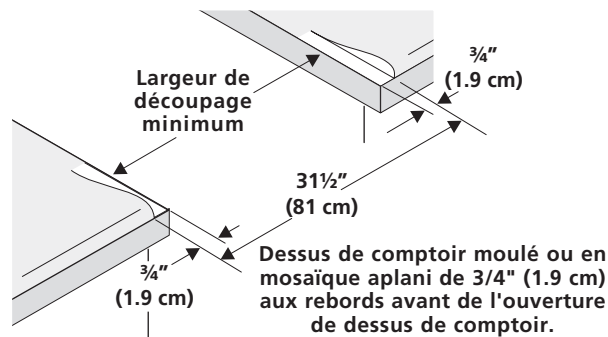

Figure 8
- Les dessus de comptoir au **rebord avant moulé** doivent être aplanis de 3/4" (1.9cm) à chaque coin avant de l'ouverture (Figure 8).
- Il est possible qu'il soit nécessaire d'araser de 3/4" (1.9cm) les dessus de **comptoir en mosaïque** à chaque coin avant et/ou d'aplanir le rebord arrondi (Figure 8).